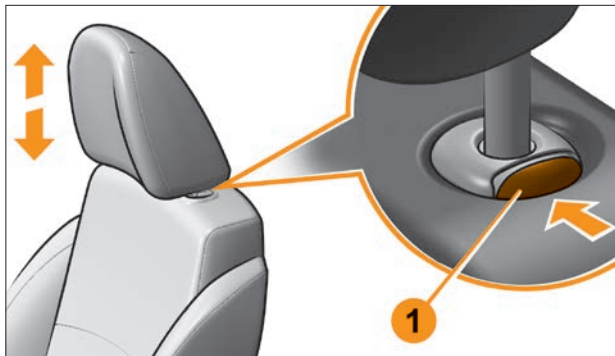

Рис. 2.1.6. Регулировка подголовников передних сидений
**Чтобы опустить его вниз**, нажмите одновременно на фиксатор 1 (рис. 2.1.6) и на подголовник.